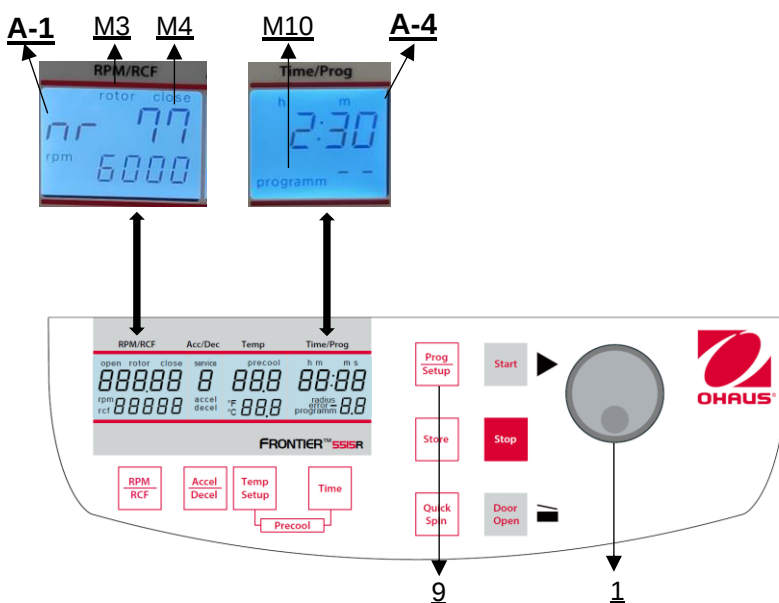

Figure 25
Pour rappeler les programmes mémorisés, appuyer sur la touche **"Prog/Setup"** (9) (voir Figure 25) alors que le couvercle est déjà fermé. Dans l'affichage **"Time/Prog"** (A-4), **"program--"** (M10) apparaît. Le numéro de programme souhaité peut être présélectionné à l'aide du bouton de réglage (1).
Pour quitter le mode programme, il suffit d'appuyer sur la touche **"Prog/Setup"** (9) (voir **Figure 25**). Ensuite, à l'intérieur de l'écran